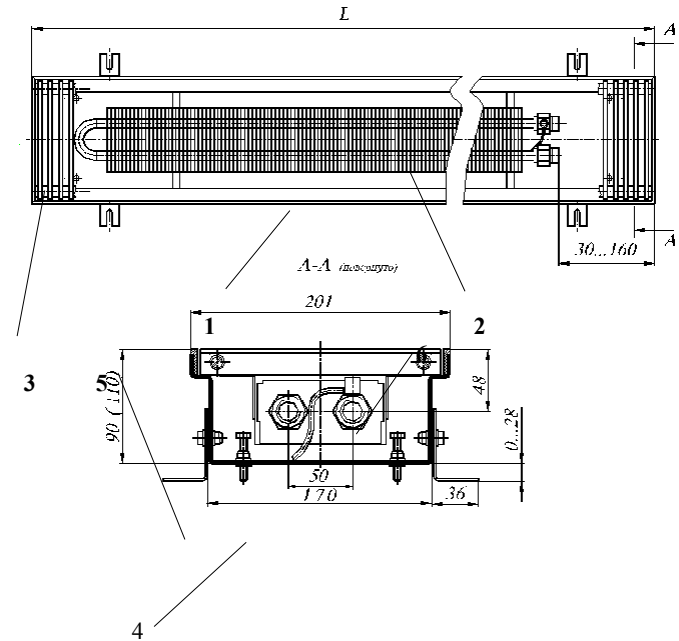

Рис. 1 Конвектор КРК 20.09(11).60...300 концевой
Конвекторы имеют (см. рис.1,2):
4.2 Размеры и технические характеристики изделий представлены на Рис.1, 2 и в таблице 1, 2.
- 5.4 После соединения теплового пакета с трубопроводами и запуске системы отопления, при необходимости, выполнить удаление воздуха. Для этого свободный конец пластиковой трубки воздухопускного клапана 6 (см. рис.1) опустить в заранее подготовленную емкость для слива воды. Ключом отвернуть клапан на 0,5-1,5 оборота. После удаления воздуха, клапан закрыть.